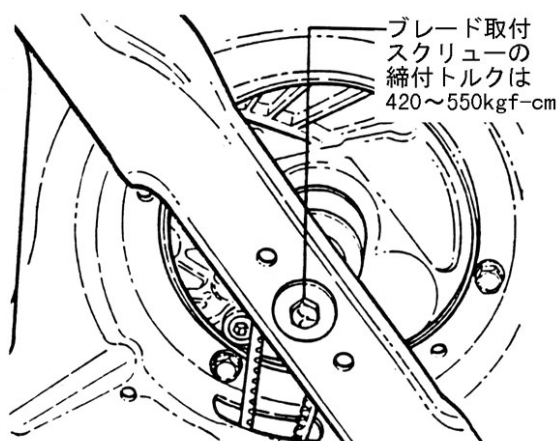

図 5-4
4. ブレードが鋭いか、また、摩耗損傷が無いか目視点検します。(図5-4)